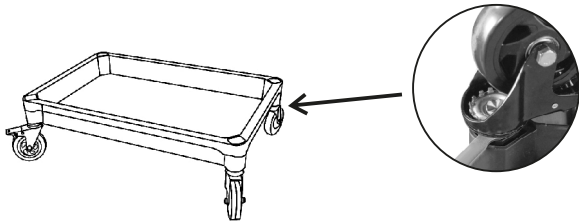

Fig. 1 - Montaje de las ruedas en la bandeja inferior
- Comience el montaje fijando las ruedas a la bandeja inferior (fig. 1). Utilice la llave de montaje para apretar las ruedas.